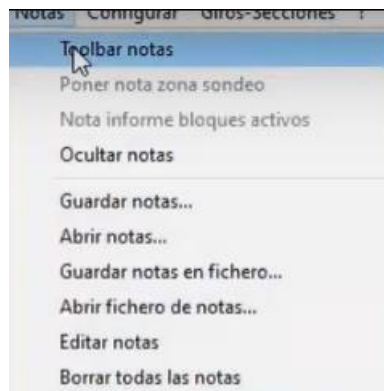

Figura 298. Notas.
50. Presionar clic en el menú superior “Notas” y activar la barra de herramientas de notas. Figura 298.